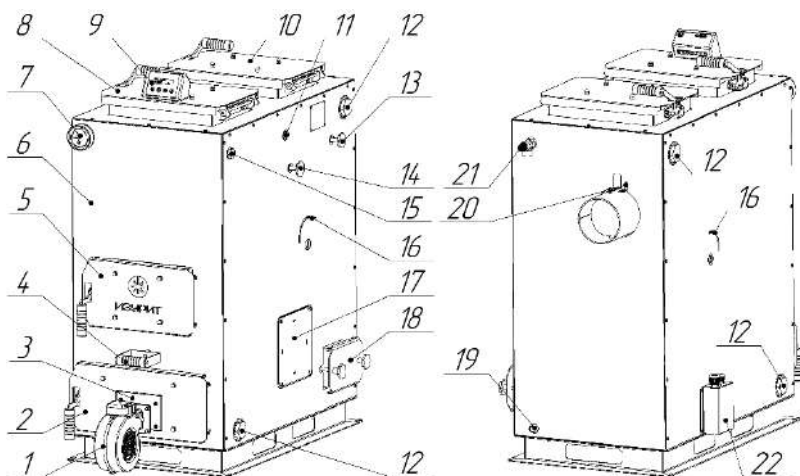

Рис. 1 – Общий вид котла
Загрузка и дозагрузка топлива в котел производится через верхнюю загрузочную дверцу (рис. 1 и 2 поз. 8). Для ускоренного прогрева дымохода и воспламенения топлива при первичном розжиге и после дозагрузки топлива, в котле предусмотрена заслонка прямого хода (рис. 1 и 2 поз. 13).
Для исключения пропадания дыма в помещение во время дозагрузки топлива предусмотрена заслонка дегазации (рис. 1 и 2 поз. 14). Благодаря такому конструктивному решению максимально снижена возможность попадания дыма в помещение, в котором установлен котел.
В зольной части котла установлен шуровочный механизм (рис. 1 и 2 поз. 4). Механизм приводится в действие вручную и предназначен для прочистки прозоров колосников.
Для чистки газового тракта котла предусмотрена дверца (рис. 1 и 2 поз. 10). Зола и сажа после прочистки котла попадает в камеру, которая находится в нижней части котла. Для освобождения камеры от золы и сажи необходимо открыть люк для удаления сажи (рис. 1 поз. 18), фиксирующийся с помощью ручек-барашков.
Подача воздуха для горения и извлечение зольного ящика производится через дверцу зольника (рис. 1 поз. 2).
Температуру и давление теплоносителя в котле показывает термоманометр (рис. 1 поз. 7), встроенный в корпус котла.
Для повышения удобства монтажа котла соединения для подключения отопительного контура (рис. 1 и 2 поз. 12) выполнены по обеим сторонам.
Дверца розжига (рис. 1 поз. 5) предназначена для доступа к нижней части загрузочной камеры при розжиге топлива и для удаления шлака из камеры сгорания.
Для автоматической регулировки горения необходимо установить контроллер, адаптер вентилятора и вентилятор (рис. 1 поз. 1, 3, 9) (входит в комплект поставки котла). Расположение контроллера (рис. 1 поз. 9) показано условно, он может быть установлен при помощи кронштейна из комплекта на боковой стенке котла либо на стене котельной. Термодатчик контроллера необходимо установить в гильзу (рис. 1 поз. 11), предварительно поместив туда термопасту (например КПТ-8) для улучшения теплопроводности.
В нижней части котла (рис. 1 поз. 22) может устанавливаться блок ТЭН и аварийный термостат, защищенный декоративной накладкой с сальниками для ввода кабелей питания и управления. Блок ТЭН и автоматика управления блока ТЭН не входят в комплект котла и поставляются по отдельному заказу.
Слева от люка для удаления сажи располагается заглушка для монтажа газогорелочного устройства (рис. 1 поз. 17).
Справа и слева располагаются заслонки для регулировки подачи вторичного воздуха в топку котла (рис. 1 поз. 16).
С задней части котла на выходном патрубке дымохода располагается шиберная заслонка (рис. 1 поз. 20) и слева от нее предохранительный клапан (рис. 1 поз. 21).
1. Открыть заслонку дымохода (рис. 1 поз. 20).
2. Открыть заслонку прямого хода потянув рукоятку (рис. 1 поз. 13).
3. Открыть дверцу розжига (рис. 1 поз. 5) и дверцу зольника (рис. 1 поз. 2).
2. Открыть заслонку дегазации (рис. 1 поз. 14) и подождать 5 минут для дегазации бункера.